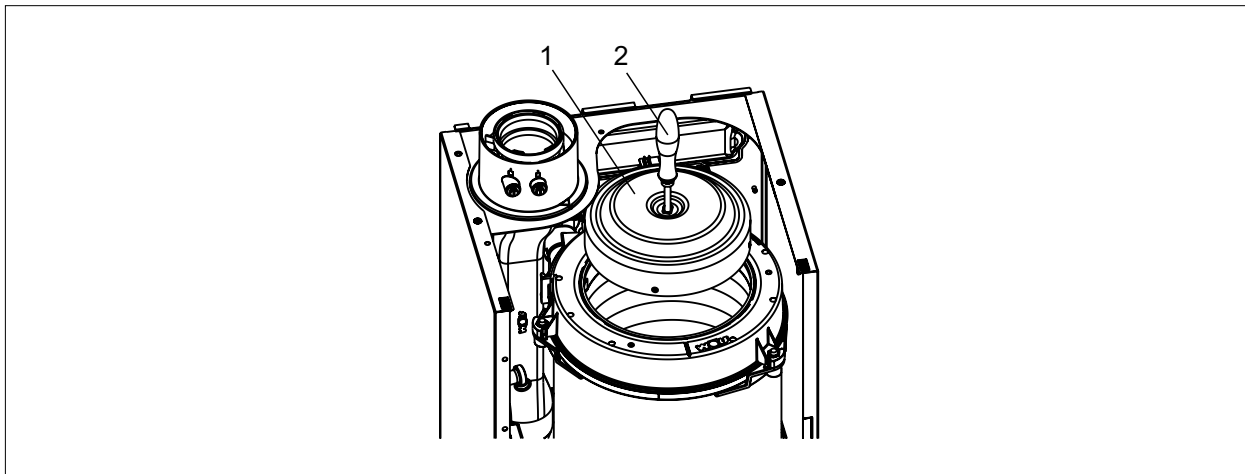

Рис. 6.8 Извлечение нижней части кожуха камеры сгорания
- ▶ С помощью ручки щётки для очистки установить нижнюю часть кожуха камеры сгорания (1) в камеру сгорания (Рис. 6.8)
- ▶ Вставить и прижать изолирующую втулку (2).
- ▶ Смазать винт (3) на верхней части кожуха камеры сгорания (4) высокотемпературной смазкой.
- ▶ Вкрутить от руки винт (5) в верхнюю часть кожуха (4 Нм) и вставить кожух камеры сгорания (в сборе) вниз.